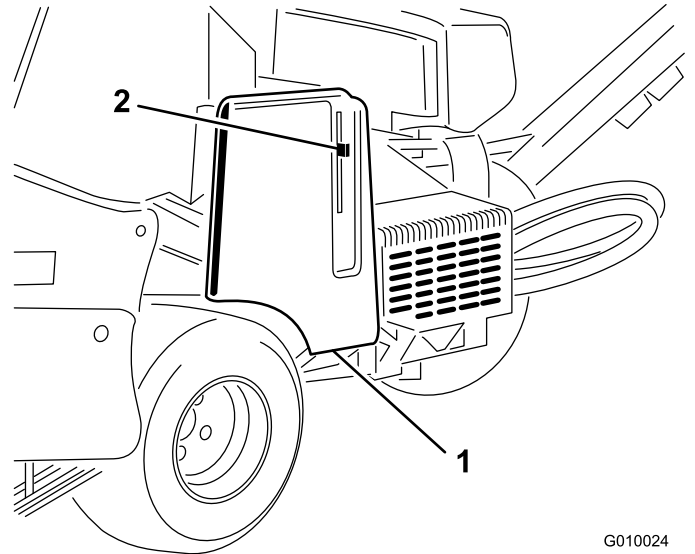
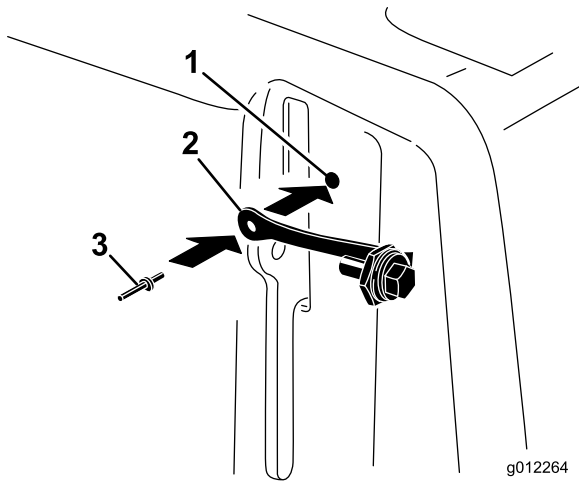

Figure 6
Figure 7
1. Trouvez le trou dans le protège-courroie, près du levier de verrouillage (Figure 6 et Figure 7).
2. Fixez la sangle dans le trou du couvercle de courroie avec un rivet aveugle (Figure 7).